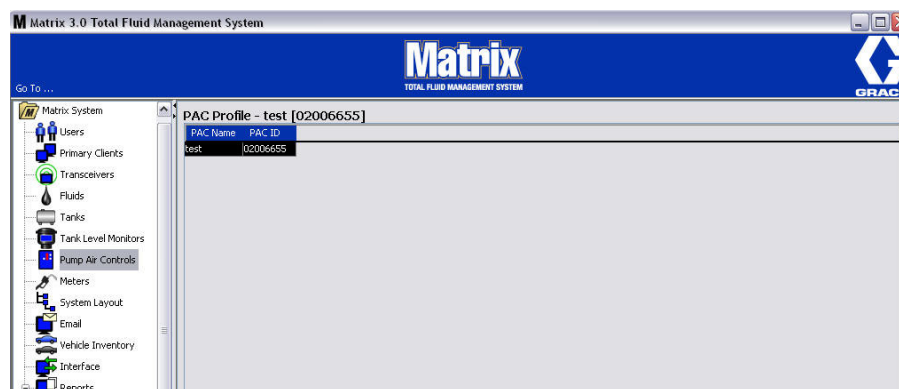

图 116
6. 在主屏幕上显示已链接的 PAC，如 图 116 中所示。